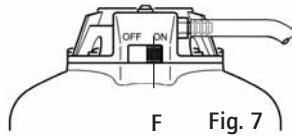

Fig. 7
- Mettere la leva by-pass (Fig. 7-L) nella posizione ON.